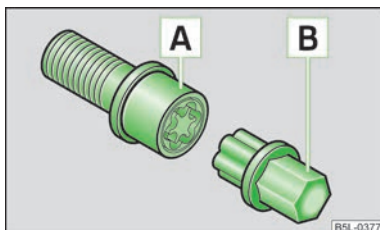

Fig. 136
- Introduceți adaptorul » fig. 136 cu partea zimțată până la limită pe dantura interioară a șurubului antifurt , astfel încât să se mai vadă doar partea sa hexagonală.